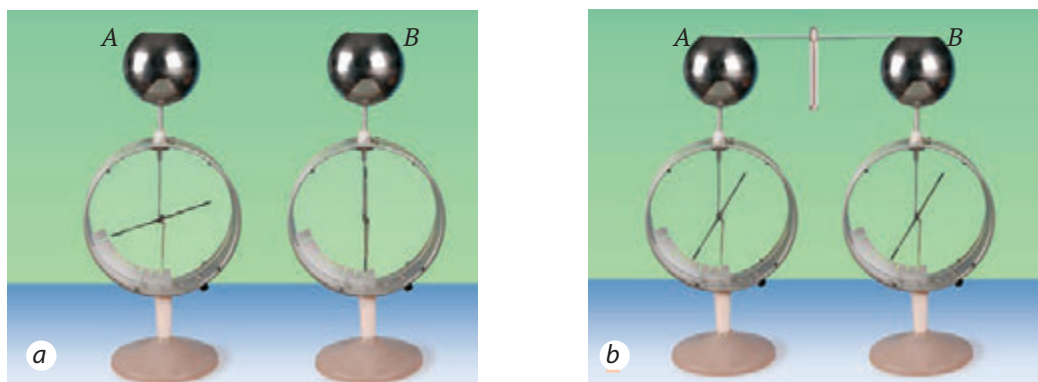

Fig. 23.1. Dacă se va uni electrometrul încărcat cu cel neîncărcat cu ajutorul unui conductor, o parte de sarcină va trece pe electrometrul neîncărcat
Să efectuăm o experiență. Punem pe masă două electrometre (A și B) și încercăm unul din ele, de exemplu, electrometrul A (fig. 23.1, a). Unim conductoarele electrometrelor cu o tijă metalică, fixată pe un mâner de plastic. După abaterea acelor electrometrelor se vede, că sarcina electrometrului A s-a micșorat, iar electrometrul neîncărcat B a primit sarcină (fig. 23.1, b). Aceasta înseamnă, că o anumită cantitate de particule încărcate (în acest caz de electroni) a trecut prin tijă de la un aparat la altul. Se spune, că prin tijă a trecut *curent electric*.
4. De ce în experiența, descrisă în p. 1 al § 23, conductoarele electrometrelor le-au unit cu o tijă metalică (vezi fig. 23.1)? De ce tija era fixată pe un mâner din plastic? Cum se vor schimba rezultatele experienței, dacă de folosit în loc de tijă metalică o tijă din plastic?